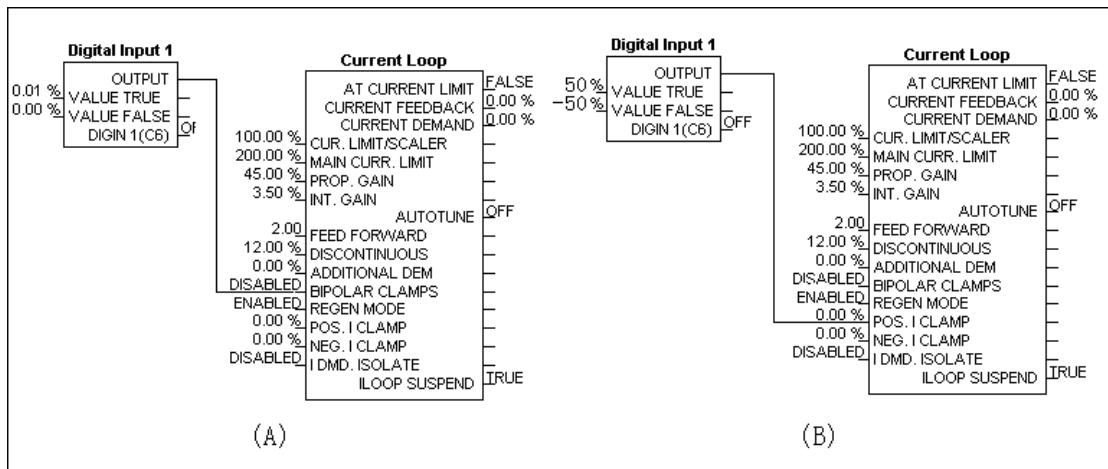

图 26 C6 的应用
每个数字输入功能块随着输出对象不同, 输出变量 (包含两种变量: 逻辑变量及十进制数值) 也跟着改变。当输出组态到的内部参数为逻辑变量时, VALUE TRUE、VALUE FALSE 的值只作为逻辑变量来用, 输出的为 ON、OFF 等的逻辑变量, 当输出组态到的内部参数为十进制数值时, VALUE TRUE、VALUE FALSE 为十进制数值来用, 输出为其设定的值。比如: 图 26, “(A)” 为逻辑变量输出, “(B)” 为十进制数值输出。
- D5、D6 主电源合闸输出。默认设置下为使用内部电源，提供 AC220V 3A 输出。D5、D6 可设置为使用内部电源或外部电源，如图 26、27 所示，F26 插到 F21 上，F28 插到 F25 上为内部电源供电方式；F26 插到 F25 上，F28 插到 F27 上为外部电源供电方式。为保护 D5、D6 输出继电器触点，线路上串接有阻容吸收电路，所以就算输出继电器触点断开时，D5、D6 也会有 2mA 的泄漏电流，用万能表测量有 220V 的电压显示。